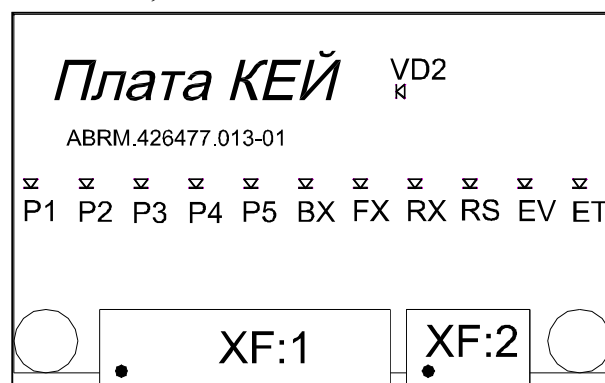

Рис. 5 Индикация платы ЧП-кей.
- Плата ЧП оснащена светодиодами, показывающими выходное состояние порта (Рис. 5).